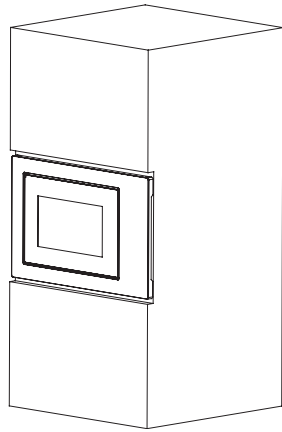

Fig. 2
b) Empuje el microondas hasta el final. (Fig. 2)